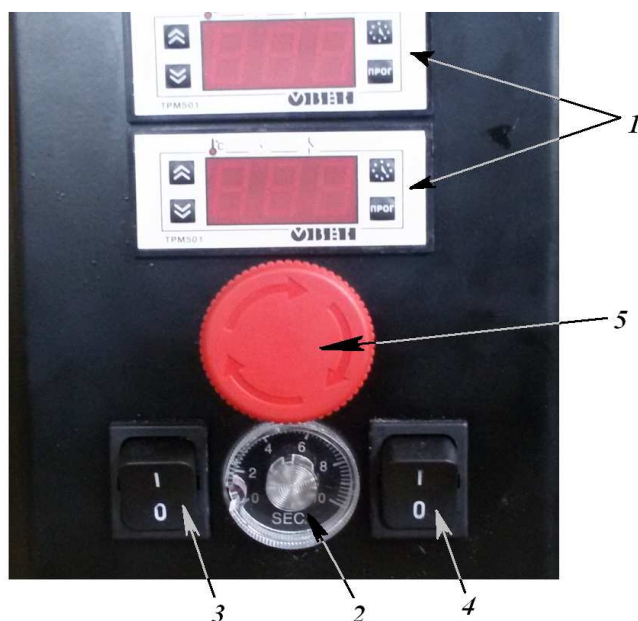

Рисунок 1
5. С помощью таймера задания продолжительности прессования (рисунок 1 поз. 2) поворотом ручки задать требуемый интервал в диапазоне от 0 до 10 секунд.
Примечание: в процессе прессования теста ручка защитной решетки удерживается до тех пор, пока нижняя рабочая поверхность не начнет опускаться. Время удержания задается с помощью таймера (рисунок 1 поз.2). При необходимости, ручку защитной решетки можно отпустить в любой момент. В таком случае нижняя рабочая поверхность опустится раньше заданного времени.
ВНИМАНИЕ! При возникновении непредвиденных обстоятельств, когда требуется немедленно остановить работу пресса, необходимо нажать на кнопку аварийного выключения (рисунок 1 поз. 5). При необходимости, отключите пресс от сети до прибытия квалифицированного обслуживающего персонала.
Сработало тепловое реле защиты двигателя	а) выключить подачу питания на пресс (рисунок 1, поз. 3) б) не включать пресс в течение 4 минут в) подать питание на пресс